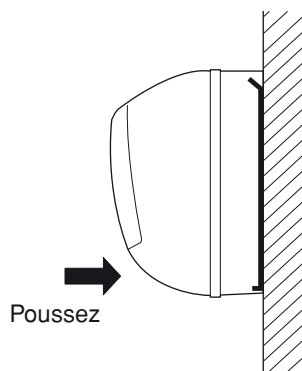

Fig. 33
- (1) Pour installer l'appareil intérieur, accrochez-le aux 2 pattes situées à la partie supérieure du panneau arrière.
- (2) Fermez le volet de décharge d'air et poussez sur la partie inférieure de l'appareil intérieur pour l'accrocher aux 2 tenons inférieurs du panneau arrière; vous entendrez un déclic lorsque l'appareil est bien accroché (Fig. 33).